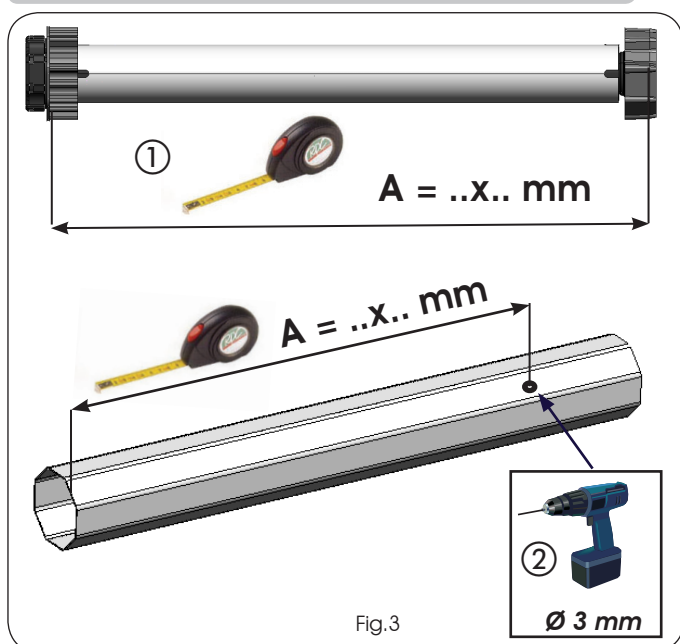

Fig.3
- 2) Realice un taladrado con una broca de 3 mm Ø en el rodillo (Fig.3 ref. ②) a la distancia A, anteriormente medida en el motor tubular (Fig.3 ref. ①).